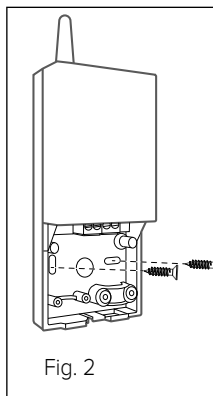

Fig. 2
- Fissare la base del ripetitore alla parete, nel punto prescelto, usando i tasselli e le viti fornite nel kit (Fig.2).